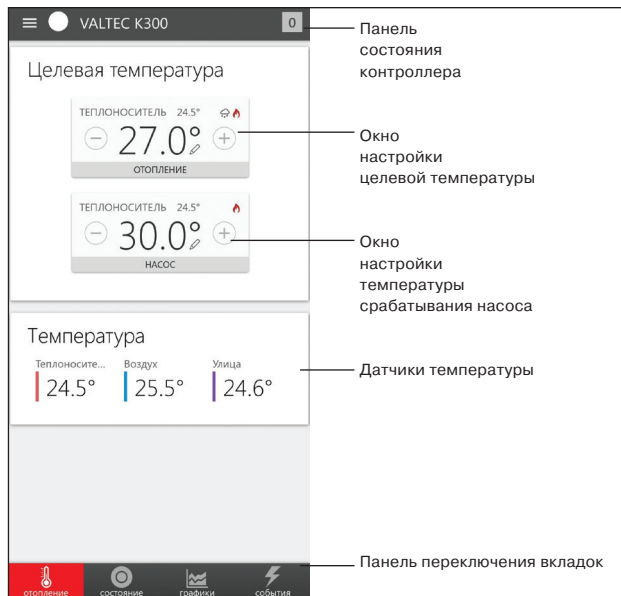

Рис.18
10.3.1. Вкладка «Отопление» (рис. 18).